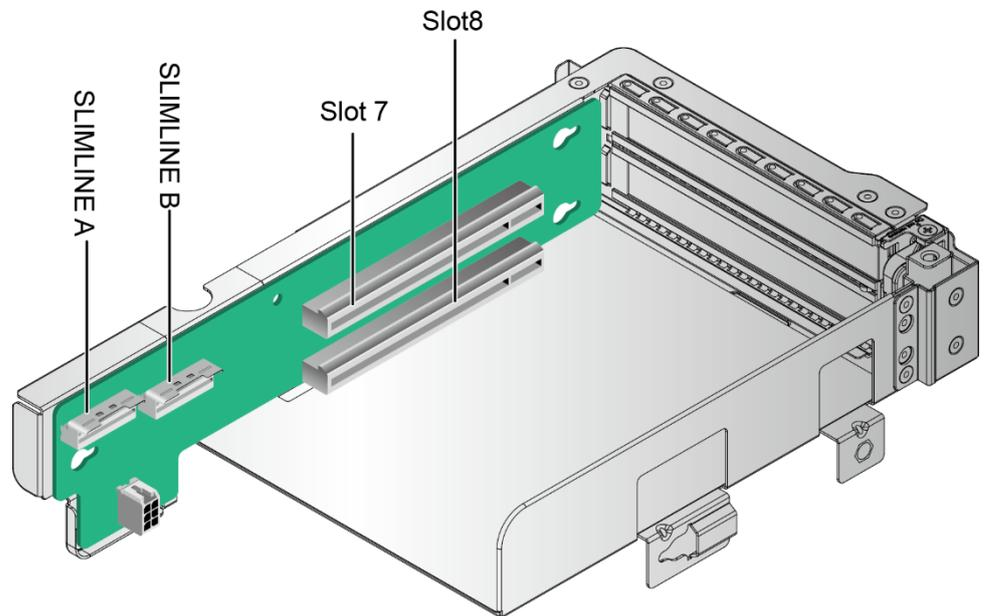
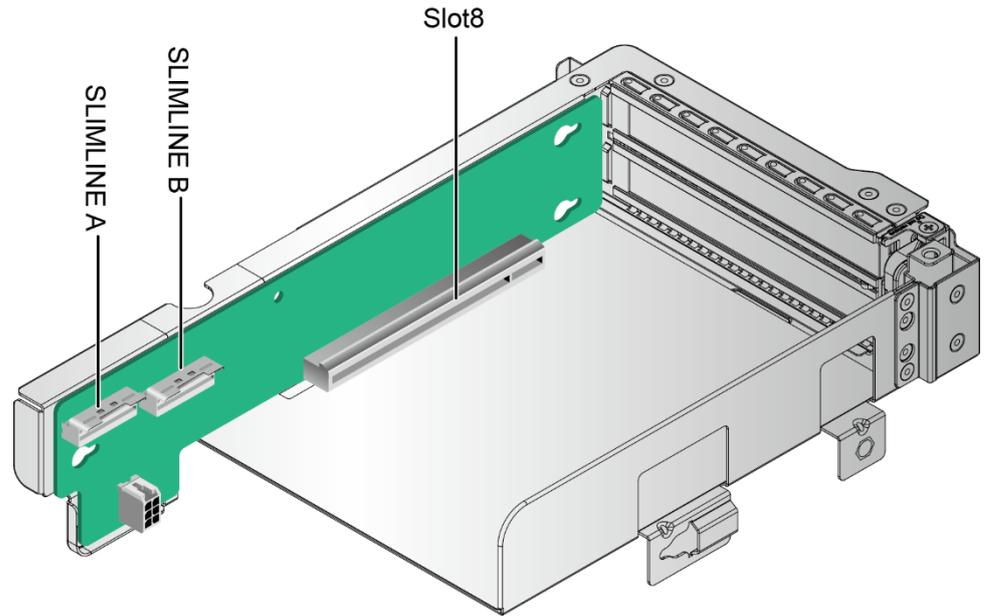

图 2-25 Riser 卡 6 (2x8)
图 2-26 Riser 卡 7 (1x16)
IO 模组 3 支持的 Riser 卡如图 2-25 和图 2-26 所示。
- ◆ 当图 2-25 中 Riser 卡安装在 IO 模组 3 时，PCIe 槽位为 Slot 7 和 Slot 8。
- ◆ 当图 2-26 中 Riser 卡安装在 IO 模组 3 时，PCIe 槽位为 Slot 8。